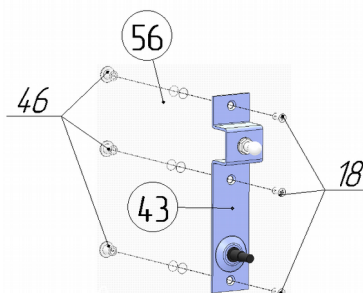
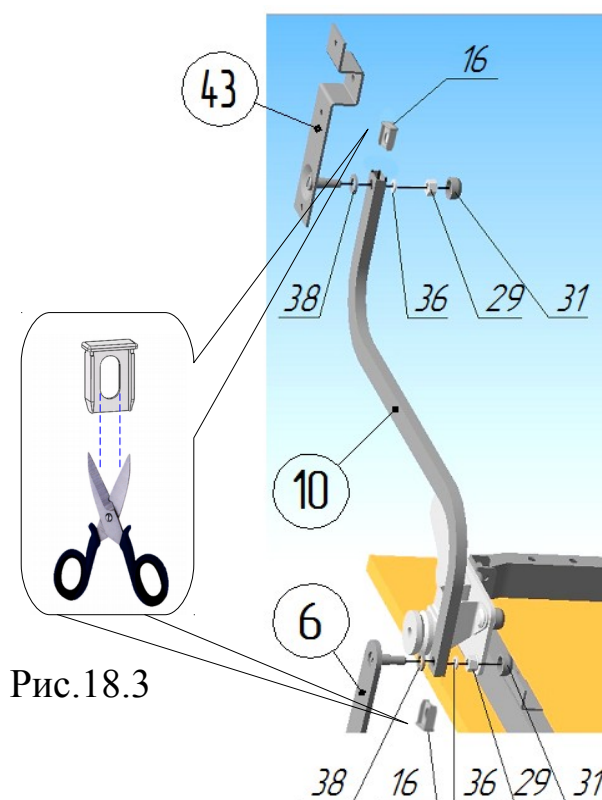

Рис.7.1 Слева
Рис.18.1 Слева
- кронштейн газлифта поз. 43, используя гайки глухие М6 поз.46 и винты М6х18 с потайной головкой поз.18 (см.рис.7.1).
15. Вставить заглушки трубы 10х20 поз.16 в торцы тяги поз. 10 (см. рис.18.1, 18.2), предварительно расширив надрезами отверстия в соответствии с рис.18.3.
Соединить рычаг левый поз.6 и тягу поз.10, расположив между ними шайбу пластмассовую Ø18х10,5 поз.38, используя шайбу Ø8 поз. 36 и гайку М8 со стопорным кольцом поз. 29 в соответствии с рис.18.1. Надеть на гайку колпачок пластмассовый
Соединить тяги поз.10 и кронштейны газлифта поз.43, установленные в п.3 по рис.7.1 и 7.2, расположив между ними шайбу пластмассовую Ø18x10,5 поз.38, используя шайбу поз. 36 и гайку М8 со стопорным кольцом поз.29 (см. рис.18.1 и 18.2). Надеть на гайки поз.29 колпачки пластмассовые большие поз.31 (рис.18.1, 18.2).